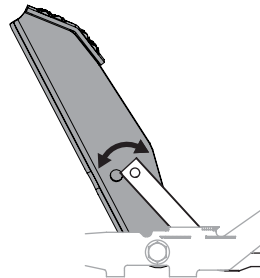

Figura 29
3. Ubique el pedal en la posición óptima según las preferencias del operador. Consulte la Figura 29.